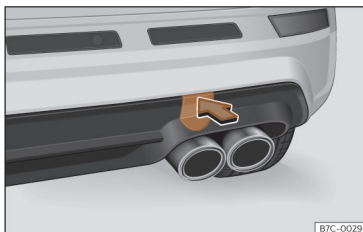

Fig. 186 Du côté droit du pare-chocs arrière : retirer le cache.
Le logement de l'œillet de remorquage à visser se trouve sur la partie droite du pare-chocs arrière, derrière un cache >>> **fig. 186**.
- Appuyez sur la partie supérieure du cache >>> **fig. 186** afin de le dégager.